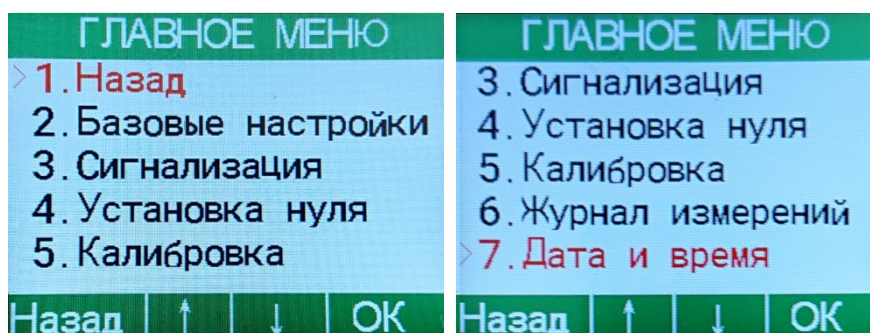

Рисунок 37 – Главное меню
3.5.6.4 Нажатие кнопки «ОК» выполняет вход в главное меню (рисунок 37). Главное меню представляет собой многоуровневый список. Перечень параметров приведен в таблице 9.